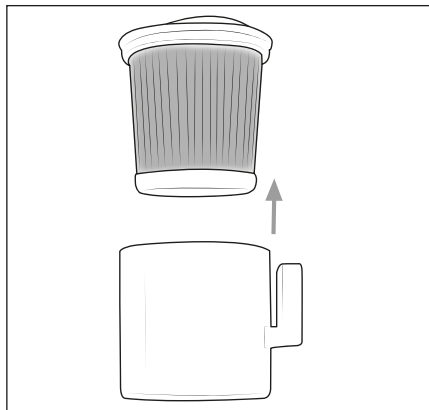

Fig. 17
Rimuovere il filtro HEPA ④ dal contenitore del filtro HEPA ⑤ afferrando il filtro HEPA ④ dall'apertura e tirandolo fuori dal contenitore del filtro HEPA ⑤ (vedere fig. 17).